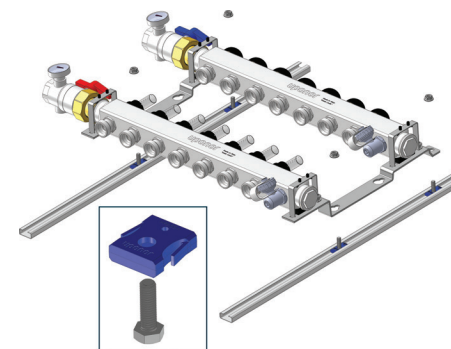

Figura 7: Montar el colector con los pernos; ajustar ligeramente con las tuercas
2. Monte el colector en los rieles usando los pernos de extensión, y después sujete con las tuercas proporcionadas y ajústelas ligeramente (véase la **Figura 7**).